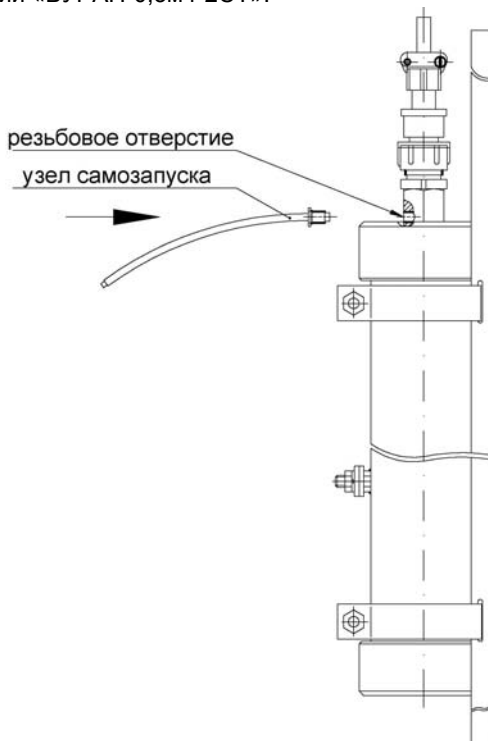

Рисунок 5 – Замена поврежденного узла самозапуска или с истекшим сроком службы.
- 5.5 Повреждение или отрыв узла самозапуска приводит к утрате функции самозапуска модуля, которая может быть восстановлена при замене узла самозапуска (см. рис.5).**
- 7.5.2 Замена узла самозапуска производится в следующей последовательности (см. рис. 5):